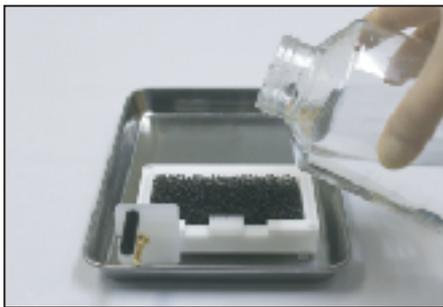

図4
- 陰極コアを、電極端子が手前になるように置き、サポートパッド1枚を陰極コアの中に置いてブロットイングバッファを10ml注ぎます。(図4)